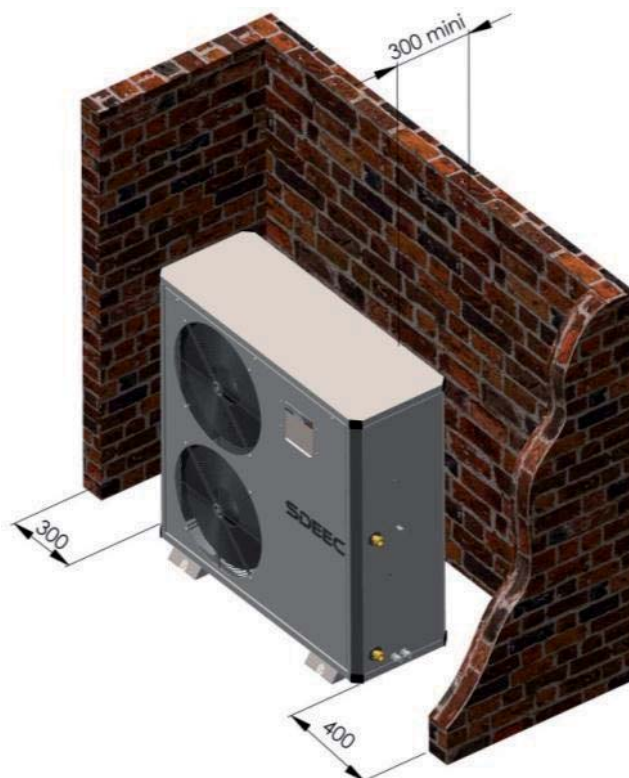

Figura 1 : Distancias mínimas a respetar
- Elegir un emplazamiento adecuado al buen funcionamiento de la Bomba de Calor (ver figura 1). **La máquina no debe recircular su aire.**